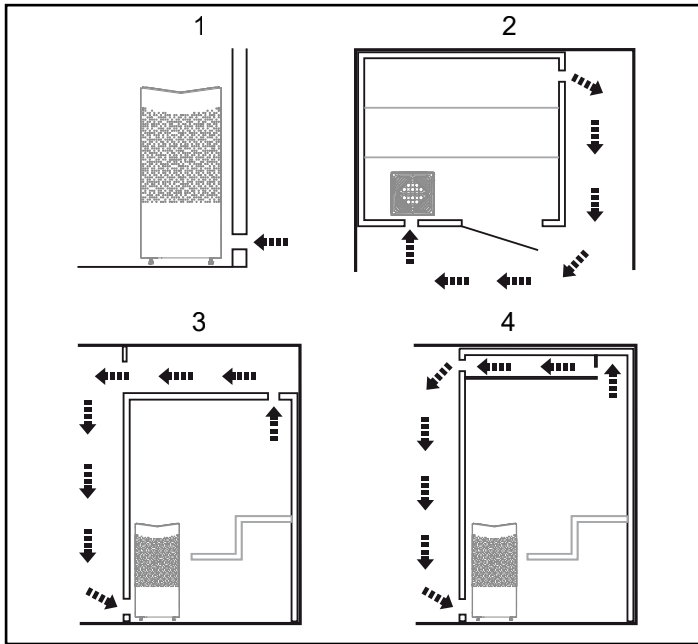

Fig 6: In- och utluftsventilens placering
- Ventilation av bastu ska utföras enligt instruktioner i denna manual (se Avsnittet Inluftsventilens placering, fig 6, Avsnittet Utluft-sventilens placering, fig 6).
- Placera inluftsventilen (se Avsnittet Inluftsventilens placering, fig 6).
- Placera utluftsventilen (se Avsnittet Utlufsventilens placering, fig 6).
Manöverpanelen är tillåten att placeras inne i ett Tylö basturum alternativt egenbyggt basturum vars ventilation är utförd och fungerar enligt Tylö förespråkad ventilation (självdraagsprincip). Läs avsnitten *Inluftventilens* och *Utluftsentilens placering* i denna anvisning, fig 6. Manöverpanelen skall alltid placeras utanför basturummet om inte dessa krav är uppfyllda.
- med maximalt avstånd till inluftsventilen, t.ex. i diagonal (se Fig 6).
- högt på väggen eller i taket (se Fig 6).